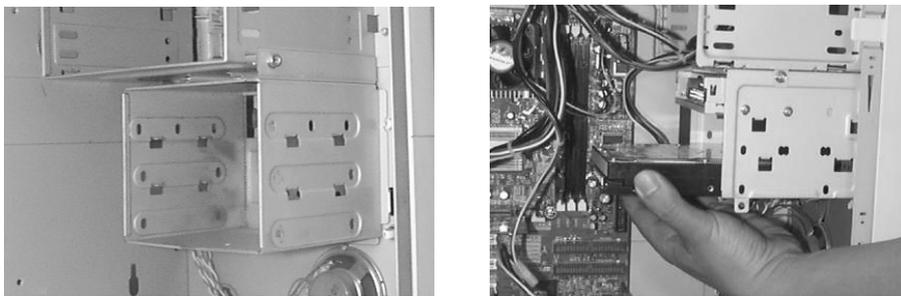

图 2-16 安装硬盘
① 在机箱内找到硬盘驱动器舱，再将硬盘插入驱动器舱内，并使硬盘侧面的螺丝孔与驱动器舱上的螺丝孔对齐，如图 2-16 所示。